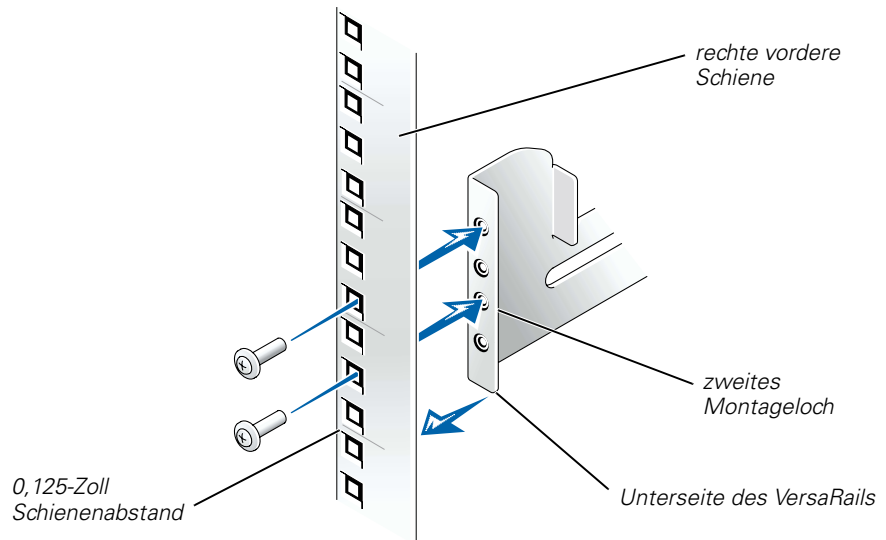
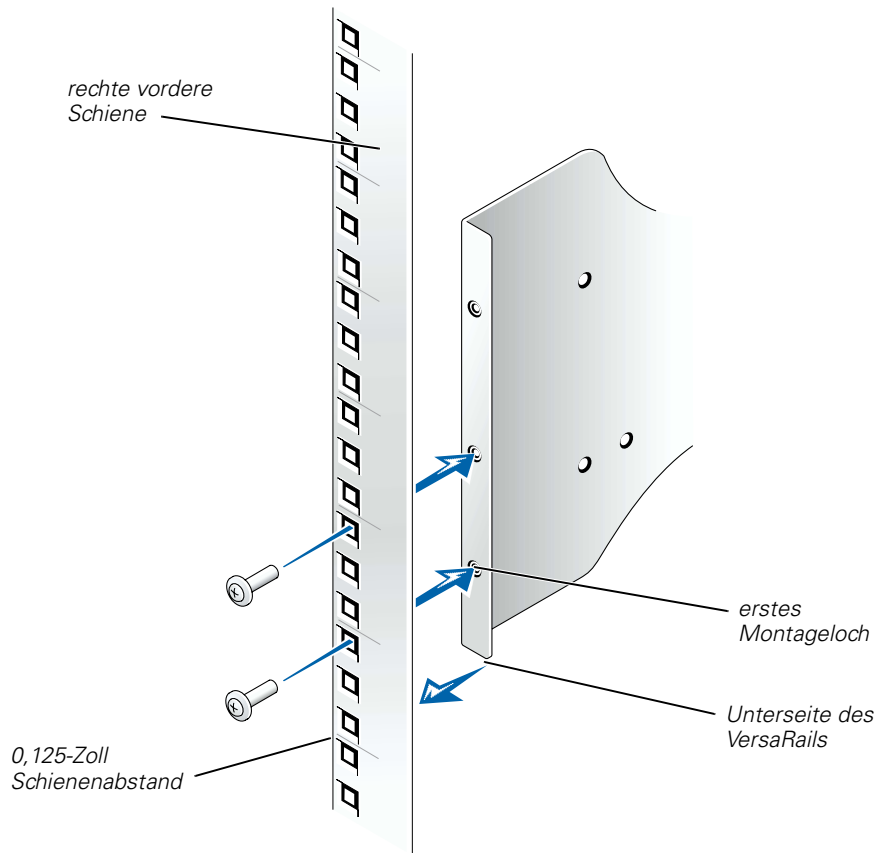

Abbildung 3-1. Ausrichtung und Installation des VersaRails für ein 2U-System in der vorderen vertikalen Schiene
Abbildung 3-2. Ausrichtung und Installation des VersaRails für ein 4U-System in der vorderen vertikalen Schiene
2. Positionieren Sie den Montageflansch des VersaRails vor die Innenseite der vorderen vertikalen Schiene des Racks, so dass die Unterseite des VersaRails mit dem 0,125-Zoll breiten Abstand auf der vorderen vertikalen Schiene ausgerichtet ist (siehe Abbildung 3-1 für 2U-Systeme und Abbildung 3-2 für 4U- und 7U-Systeme).
3. Schrauben Sie die Vorderseite des VersaRails mit zwei Kreuzschlitzschrauben am Rack fest (siehe Abbildung 3-1 für 2U-Systeme und Abbildung 3-2 für 4U- und 7U-Systeme).
ANMERKUNG: Vergewissern Sie sich, dass Sie die Montagelöcher wie in Abbildung 3-1 und Abbildung 3-2 gezeigt verwenden, um die Vorderseite der VersaRails am Rack zu befestigen. Das zweite und vierte Montageloch an der Unterseite des VersaRails werden zur Befestigung eines 2U-Systems im Rack verwendet. Das erste und zweite Montageloch an der Unterseite des VersaRails werden zur Befestigung eines 4U-Systems im Rack verwendet.